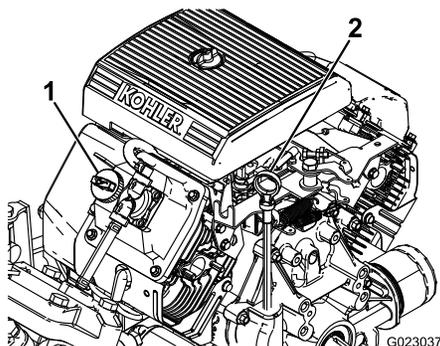

图 27
2. 取出量油尺、用干净的抹布擦拭图 27。将量油尺插入量油尺管道中、并确保它完全插入。取出量油尺并检查机油油位。
3. 如果机油油位较低、请从气门室盖图 27 上拆下加油颈盖、从开口处注入机油、直至油位达到量油尺上的“已满”标记。在此过程中应缓慢添加机油并不时检查油位。切勿过量添加。
8. 慢慢从加油颈图 27 注入规定油量的大约80%。